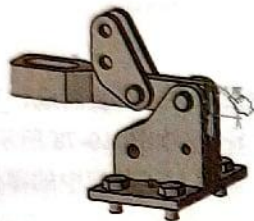

图 10-83 显示当前角度 90°
(2) 单击“更改约束”图标,弹出显示所有“可能的约束”对话框,如图10-81所示。选择角度后单击应用,特征树上添加了角度约束,再单击“确定”按钮,特征树上垂直约束变为角度约束,如图10-82所示。同时在图中显示当前角度为90°,如图10-83所示。